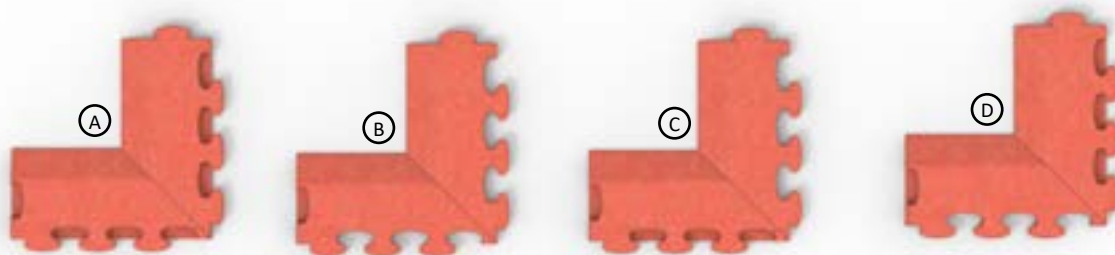
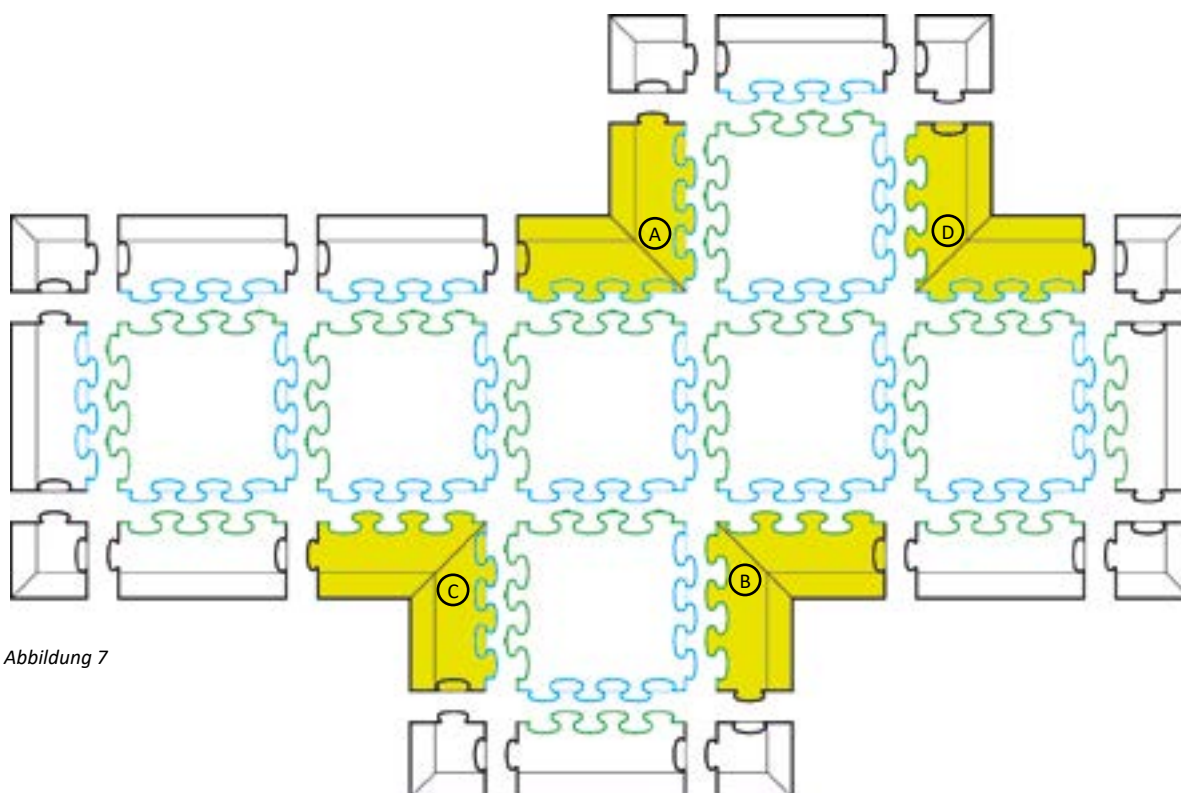

Abbildung 6
Abbildung 7
- es ist wichtig beim Verlegevorgang die Platten gleich anzuordnen. Es wird immer mit den Randplatten mit Zwischenelementen begonnen, wobei die PM3D® Platten beim Verlegen immer so angeordnet sind, dass die „a“ Seite ohne Zwischenelemente nach links zeigt (Abbildung 7).
Negative Eckplatten wie in Abbildung 6 bestehen aus in der Produktion zugeschnittenen Randplatten. Negative Eckplatten können bei Verlegungen in L-Form oder beim Wegbau verwendet werden. Die negativen Eckplatten können in der Version A, B, C und D bestellt werden und lassen sich wie auf der folgenden Abbildung 7 anbringen: